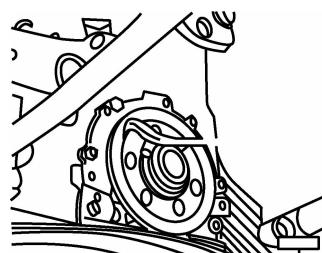

图 2-8 拆卸曲轴后油封
(2)用专用工具 VW10-221 拆下曲轴后油封,如图 2-8 所示。